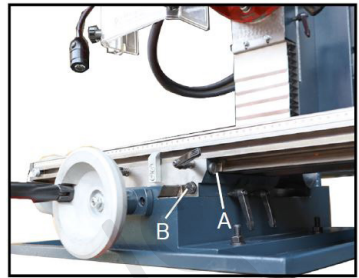
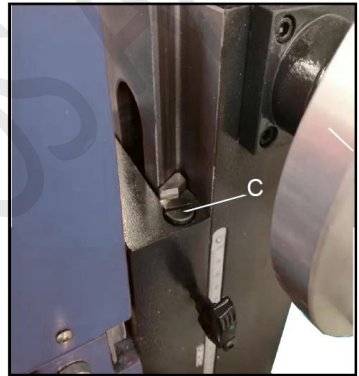

Fig. 17
Fig. 18
1. Den vandrette justeringsskrue (A, fig. 17) findes bagerst til højre på bordet. Justeringsskruen (B, fig. 17) findes på højre side af sadlen under bordet. Den lodrette justeringsskrue (C, fig. 18) findes på søjlen.